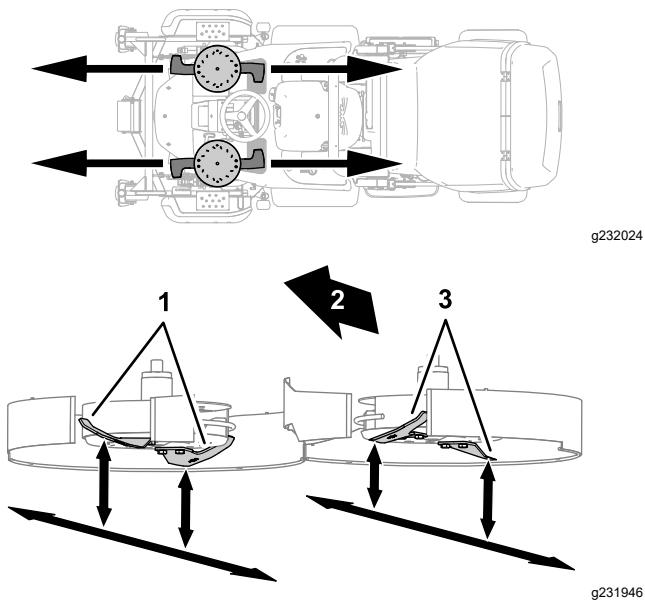

Bild 125
3. Stellen Sie ein Seitenmesser auf die ganz vordere Stellung ein (Bild 125).